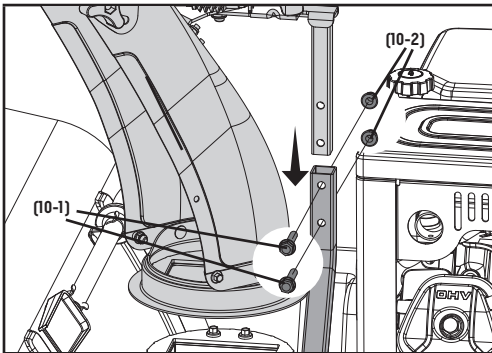

Figure 10
1. Déposez la goulotte d'éjection de neige sur le support d'éjection de neige (Figure 10). Fixez le support d'éjection de neige en utilisant les boulons (10-1) et les écrous (10-2) (Figure 10). Serrez complètement à la main.